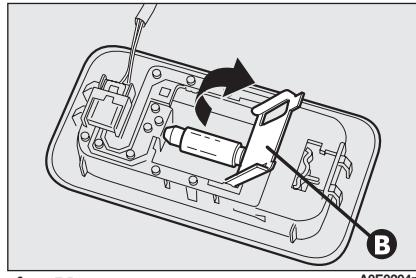

fig. 51
- abra la tapa de protección **B-fig. 51**, sustituya la lámpara separándola de los contactos laterales y asegúrese de que la lámpara nueva quede bloqueada correctamente entre los mismos contactos;